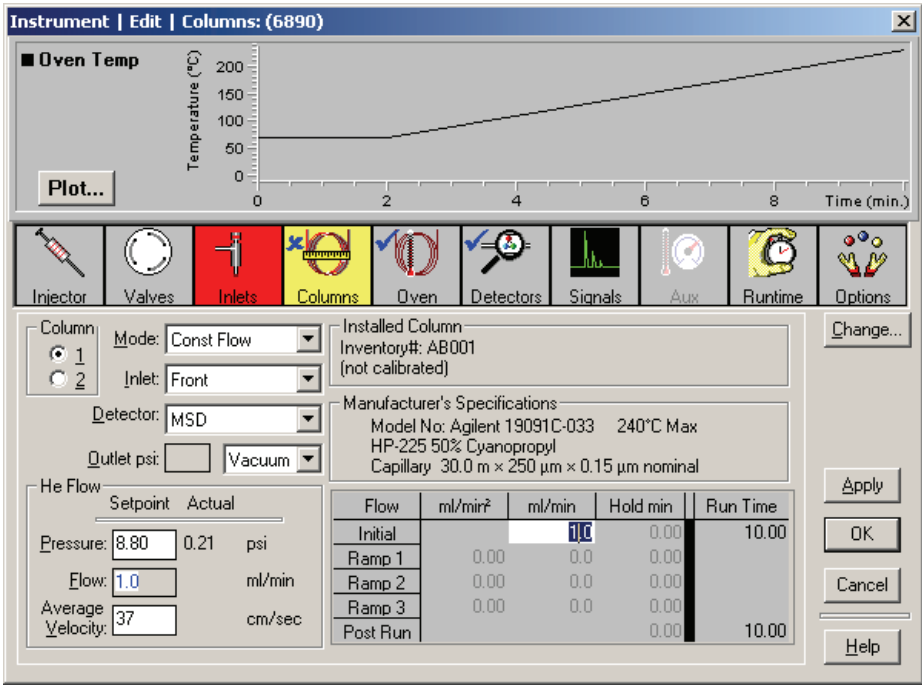

图 10 计算色谱柱流速
- 1 在“仪器控制”视图中，单击**色谱柱**图标（图 10）。